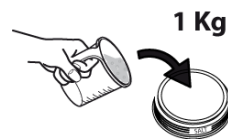

Fig.45
- 3- Versare nel serbatoio del sale 1 kg. circa di sale grosso [NaCl]. (Fig.45)